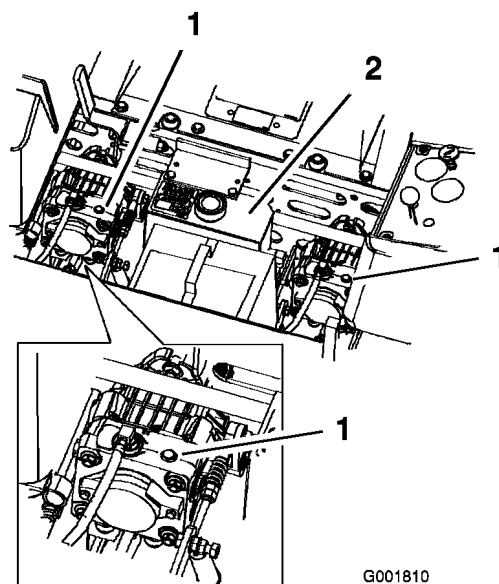

Figure 29
2. Tournez les vannes de dérivation d'un tour dans le sens anti-horaire pour pousser la machine. Cela permet au liquide hydraulique de contourner la pompe et aux roues de tourner (Figure 29).
Tournez les vannes de dérivation d'un tour dans le sens horaire pour conduire la machine (Figure 29).